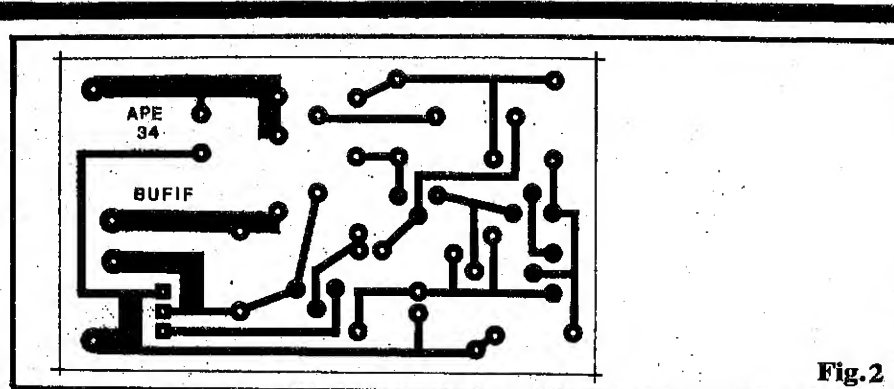

Fig. 2
original da SUFOR, obtendo os cerca de 13,2V x 5A, regulados e estabilizados, na saída da fonte! Note duas coisas: como tais diodos estão num "percurso" de baixa Corrente e baixa Tensão, Você poderá usar praticamente qualquer componente de silício, para aplicações gerais, sem problemas (1N4148, 1N914, 1N4001, etc.); o lay out original da placa de Circuito Impresso da SUFOR (figs. 2 e 3 - pág. 50 - APE Nº 30) permite, a propósito, uma fácil adaptação desse par de diodos, bastando para isso fazer um pequeno "corte" ou interrupção naquela pista estreita que vai do terminal "2" do 7812 à barra cobreada mais larga, em posição central na placa, e que corresponde à linha de "Terra" (negativo) do circuito! Não será difícil Você "enfiar" os dois diodos entre o par de eletrolíticos de 1000u (o espaço lá existente "dá certinho"...).
- FIG. 2 - LAY OUT DO CIRCUITO IMPRESSO - Simples, pequeno, sem grandes "apertos"